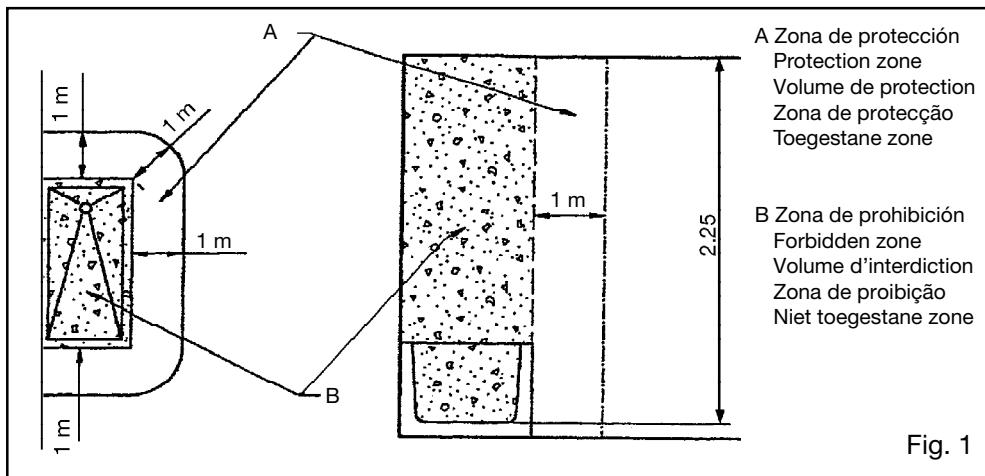

Fig. 1
- El aparato puede instalarse dentro de la zona de protección pero siempre que la toma de corriente este situada fuera de dicha zona (Fig.1).